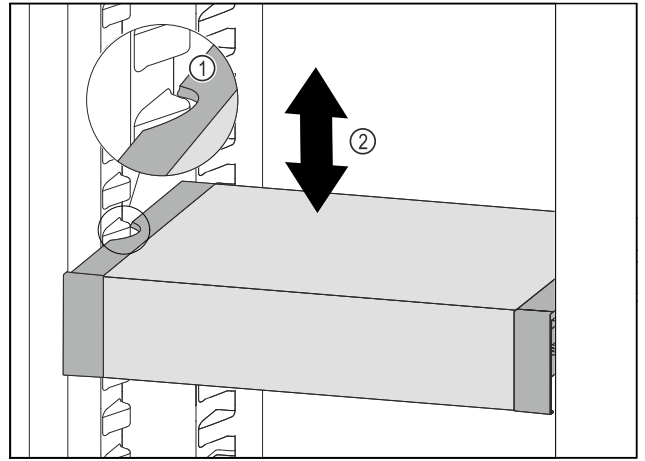

Fig. 63
- ▶ Потягнути VarioSafe вперед, поки бокові заглиблення VarioSafe не опиняться на рівні ребра для резервуара в охолоджувальному відділенні. Fig. 63 (1)
- ▶ Пересувайте VarioSafe вгору або вниз в охолоджувальному відділенні до тих пір, поки не досягнете бажаної висоти. Fig. 63 (2)